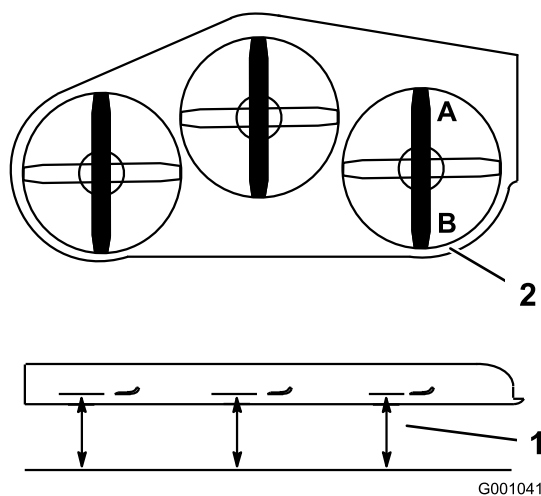

Figura 82
2. Disponete una lama in posizione longitudinale rispetto alla macchina. Misurate ai punti **A** e **B** da una superficie piana fino al tagliente della punta della lama (Figura 82).